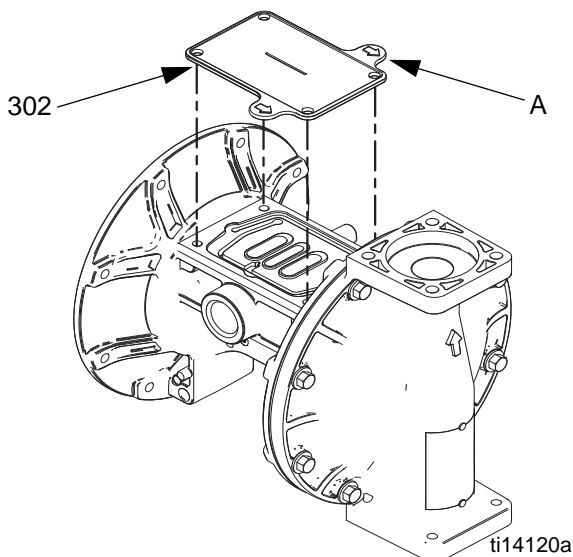

FIG. 9. Ferramenta da tampa de líquido
- c. Lubrifique as arruelas côncavas do veio (106) e o comprimento e extremidades do veio do diafragma (104). Deslize o veio para o compartimento.
- f. Coloque novamente a primeira tampa de líquido (3). Consulte **Instruções de aperto**, página 18.
- a. Consulte FIG. 9. Coloque a ferramenta fornecida (302) no local habitual da junta da válvula do ar (108). As setas (A) devem estar voltadas para a tampa do líquido que já se encontra instalada.